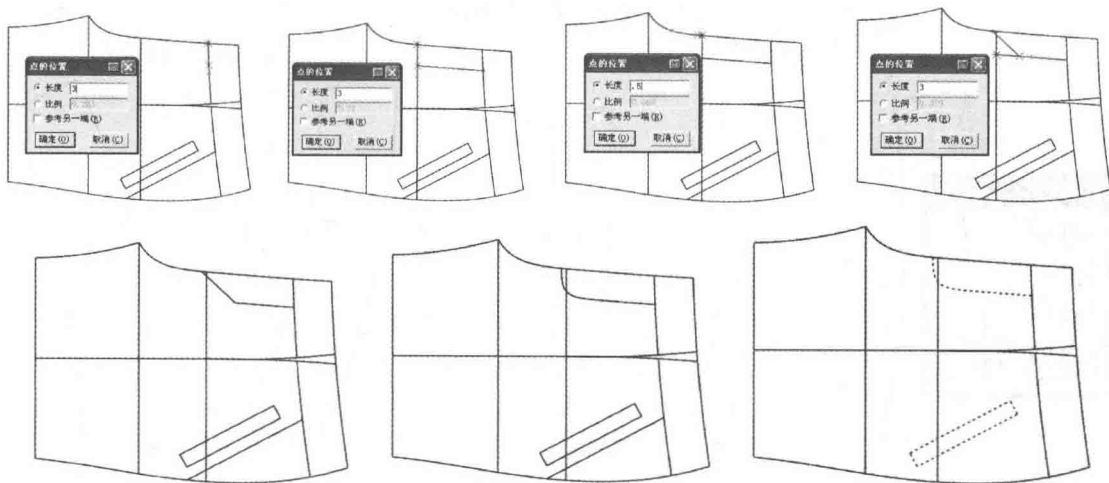

图 7-106 门襟
(24) 门襟（图 7-106）。参照我们前面所学的门襟 CAD 制板方法进行绘制。